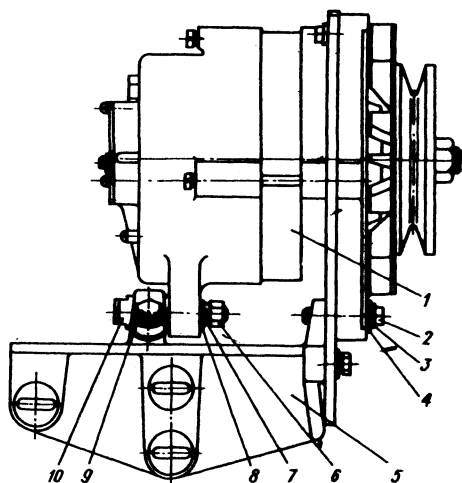

Рис. 68. Крепление генератора на двигателе:
1. Вставьте палец 10 (рис. 68) в отверстие задней лапы генератора и закрепите гайкой 6 с шайбами 7 и 8.